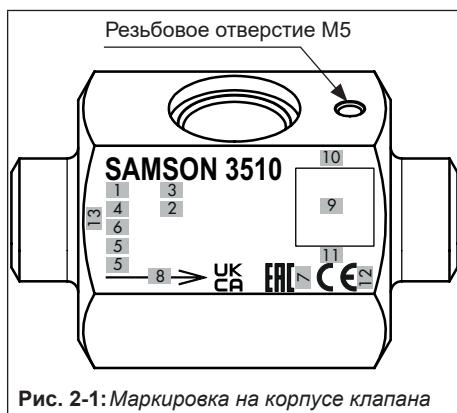

Рис. 2-1: Маркировка на корпусе клапана
- 1) Направление потока клапана можно определить по расположению резьбового отверстия M5 на верхней горизонтальной поверхности корпуса клапана в дополнение к маркировке на корпусе клапана, см. Рис. 2-1. При стандартном направлении потока FTO (Flow To Open/Поток открытия) это резьбовое отверстие всегда находится на выпускной стороне корпуса клапана.